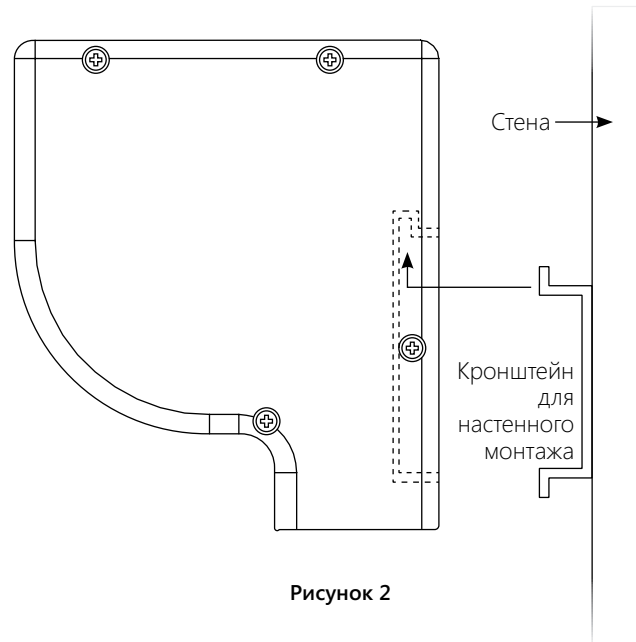

Рисунок 2
2. Закрепите на стене кронштейн для настенного монтажа на желаемой высоте. Кронштейн для настенного монтажа следует прикрепить к стойкам каркаса стены или элементам жесткости стены. Для бетонных и кирпичных стен требуются специальные крепежные элементы и анкеры. Оставьте как минимум 2 3/8" над кронштейном для настенного монтажа, чтобы разместить корпус на кронштейне (рис. 2).
4. Подвесьте корпус экрана на настенный монтажный кронштейн, как показано на рис. 2. Корпус должен быть полностью установлен на кронштейне.